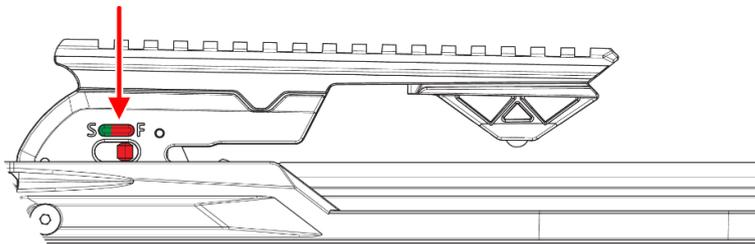

Рис.8
2. Убедитесь, что арбалет снят с предохранителя (положение рычажка «F»). Если арбалет на предохранителе (положение «S»), передвиньте рычажок в положение «F» перед взведением (Рис.8).